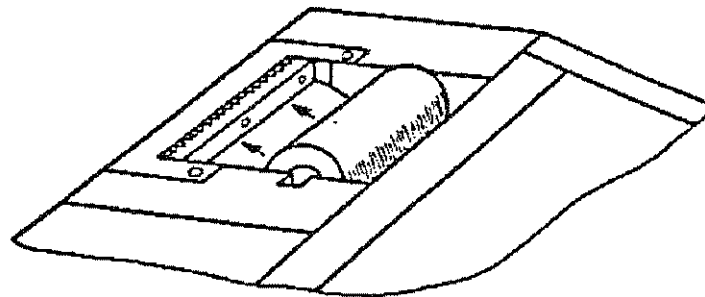

Abb. 12-2: Eingelegte Papierrolle und Einführen des Papiers
5. Papieranfang in die Papierführung des Druckers stecken (siehe Abb. 12-2).